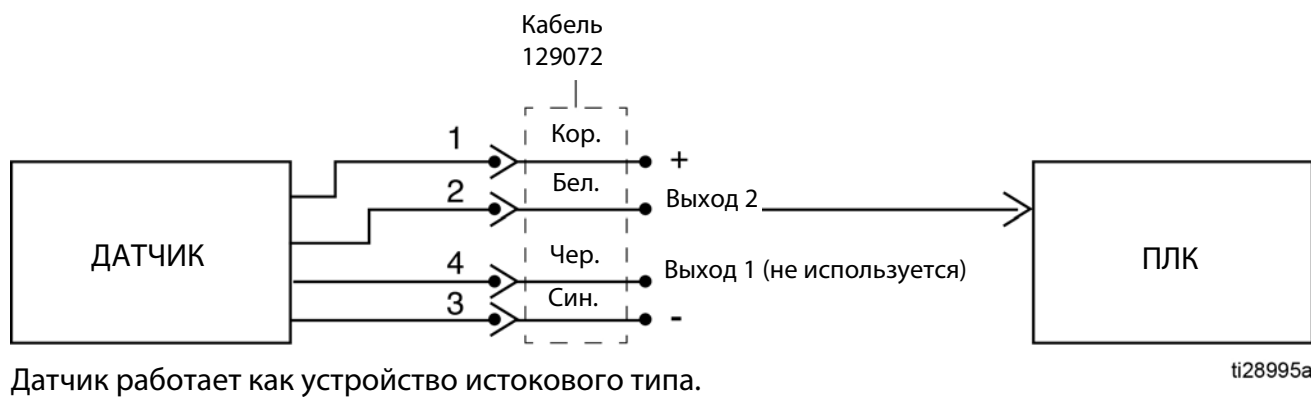

Рис. 12: Датчик
**ПРИМЕЧАНИЕ.** Для управления насосом и контроля уровня можно использовать контроллер Graco GLC2200 (арт. № 24N468, только для серии F и далее). Схему подключения датчика низкого уровня в системе с контроллером GLC2200 см. Рис. 12. Для подключения требуется кабель для датчика низкого уровня (арт. № 129072) и жгут проводов для контроллера GLC2200 (арт. № 24P314).